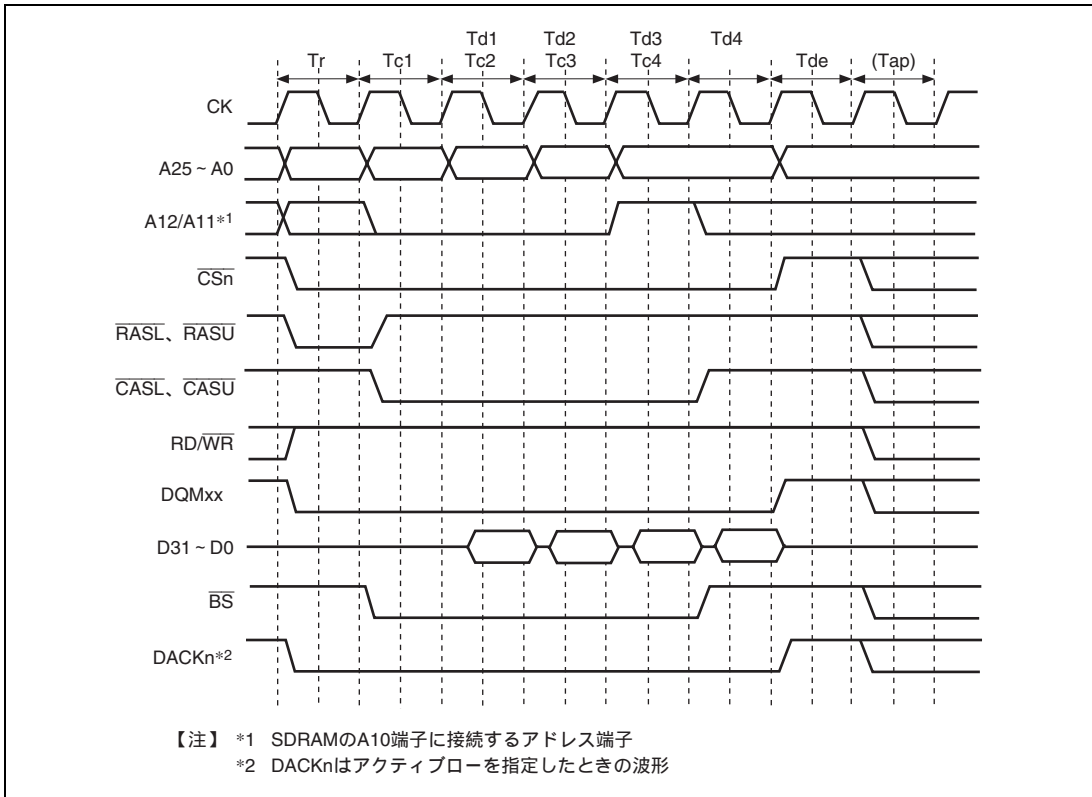
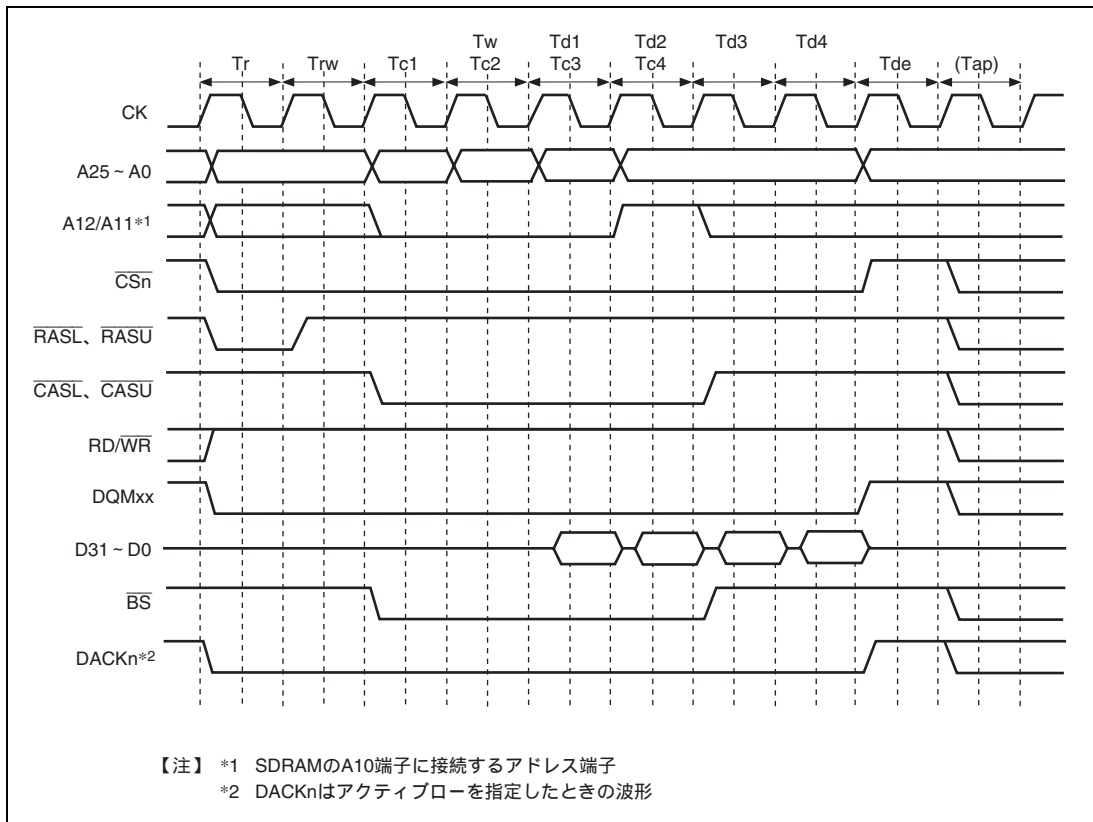

図 10.17 バーストリード基本タイミング (CAS レイテンシ 1、オートプリチャージ)
図 10.18 バーストリードウェイト指定タイミング
パーストリード時のタイミングチャートを図 10.17 と図 10.18 に示します。パーストリードでは ACTV コマンド出力を行う T_r サイクルに続いて、READ コマンドを T_{c1} 、 T_{c2} 、 T_{c3} サイクルに、READA コマンドを T_{c4} サイクルに発行し、 T_{d1} から T_{d4} のサイクルに外部クロック (CK) の立ち上がりでリードデータを受け取ります。 T_{ap} サイクルは SDRAM 内部で READA コマンドによるオートプリチャージの完了を待つサイクルであり、この間は同一のバンクに対して新たなコマンドの発行は行いません。ただし、別の CS 空間や同じ SDRAM の異なるバンクに対するアクセスは可能です。CS3WCR の WTRP[1:0]の指定によって T_{ap} のサイクル数を決定します。
本 LSI では、様々な周波数で SDRAM と接続するために CS3WCR の各ビットを設定することによりウェイトサイクルを挿入することができます。各種ウェイトの設定を行った例が図 10.18 となります。ACTV コマンド出力サイクル T_r から READ コマンド出力サイクル T_{c1} までのサイクル数は、CS3WCR の WTRCD[1:0]ビットによって指定することができます。WTRCD[1:0]の設定が 1 サイクル以上の場合、 T_r サイクルと T_{c1} サイクルの間に NOP コマンド発行サイクル T_{rw} サイクルが挿入されます。READ コマンド出力サイクル T_{c1} からリードデータ取りこみサイクル T_{d1} までのサイクル数は、CS2WCR の A2CL[1:0]ビットおよび CS3WCR の A3CL[1:0]ビットによって CS2 と CS3 の空間でそれぞれ独立に指定することができます。このサイクル数は、SDRAM の CAS レイテンシに相当します。SDRAM の CAS レイテンシの仕様は 3 サイクルまでですが、本 LSI では、1 サイクルから 4 サイクルまで設定できます。これは、本 LSI と SDRAM の間にラッチを含む回路を設けて接続するためのものです。